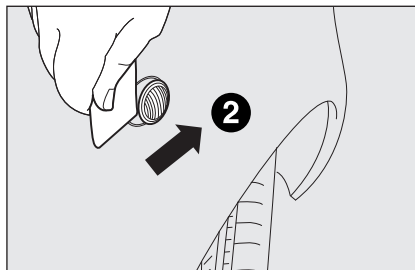

fig. 16b
- ☐ puis faire lever dans la direction opposée en partant de l'arrière (**2-fig. 16b**) et extraire le groupe **B** ;